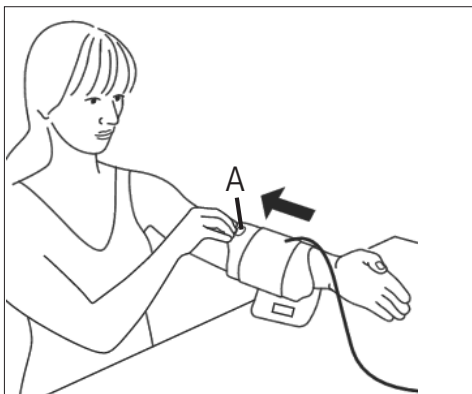

Fig. 1
- La medición debe realizarse sobre el brazo, sin ropa. Si su manguito está completamente abierto, pase su extremo a través del aro de metal formando un lazo. El cierre de velcro debe quedar por fuera. Agarre el manguito por la anilla de agarre A (véase fig. 1) y tire de él pasándolo por el brazo.